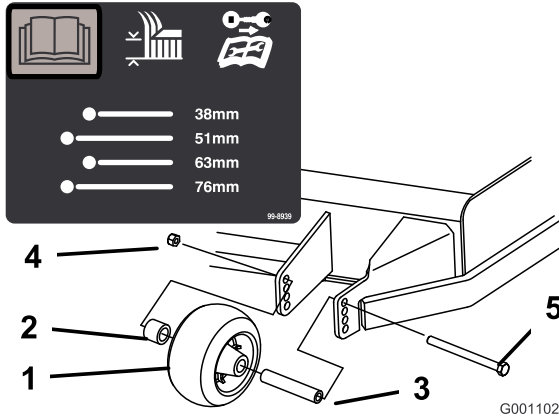
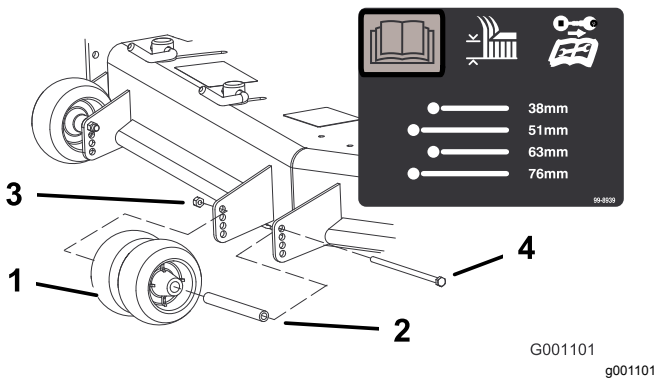
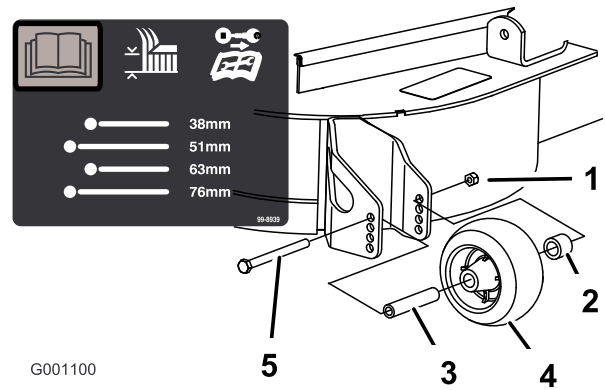

Figura 31
Figura 32
Figura 33
3. Después de ajustar la altura de corte, ajuste los rodillos retirando la tuerca con arandela prensada, el casquillo, el espaciador y el perno (Figura 31, Figura 32 y Figura 33).
**Nota:** Los dos rodillos centrales no tienen espaciador (Figura 32).
5. Instale la tuerca con arandela prensada, el casquillo, el espaciador y el perno. Apriete el perno a 54–61 N·m (Figura 31 , Figura 32 y Figura 33).